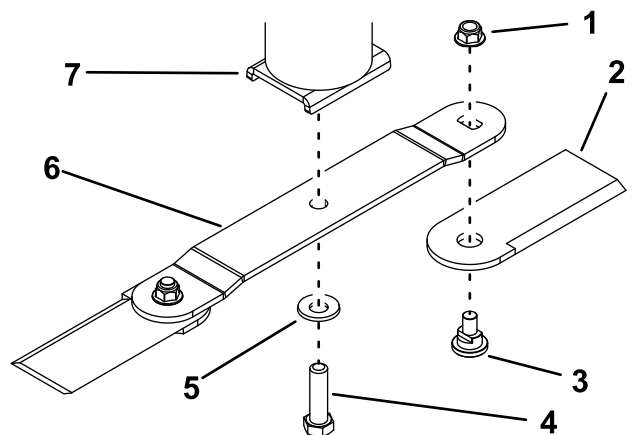

Figura 36
2. Retire el perno de la cuchilla, la arandela curva y la cuchilla del soporte de la cuchilla, en la parte inferior del alojamiento del eje (Figura 36).
Si la cuchilla no está equilibrada, rebaje con una lima algo de metal de la parte posterior de la cuchilla (borde opuesto al filo) solamente (Figura 36).
1. Sujete la cuchilla al alojamiento del eje usando el perno de la cuchilla y la arandela curva (Figura 36).
3. Para instalar únicamente las cuchillas desbrozadoras, sujete las cuchillas desbrozadoras a los extremos de la cuchilla usando el perno y una tuerca nueva en cada cuchilla desbrozadora (Figura 36). Apriete la tuerca a 103 – 127 N·m.